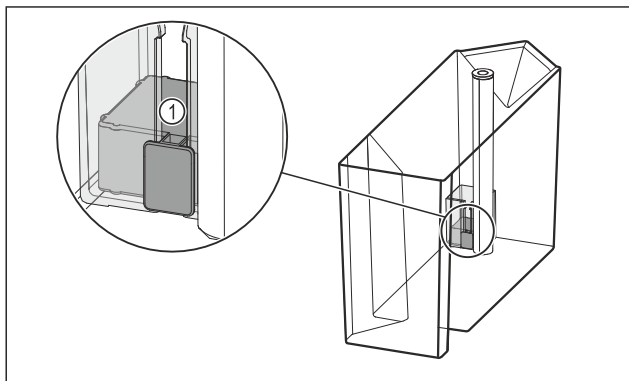

Fig. 115
- ▶ Verificați dacă este înțepenit plutitorul Fig. 115 (1).